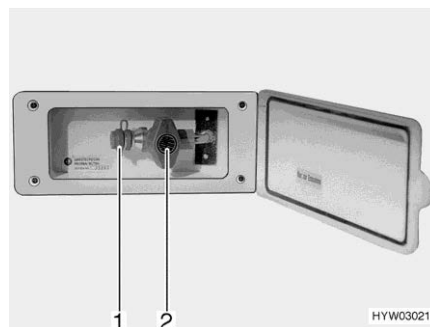

Fig. 89 Presa gas esterna (rubinetto di arresto del gas chiuso)
- Collegare l'apparecchio a gas esterno all'attacco (Fig. 89,1).
- Aprire il rubinetto di arresto del gas (Fig. 89,2).